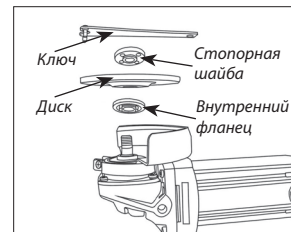

Рис. 3
**1)** Установите внутренний фланец на шпindel. Наденьте круг на внутренний фланец и накрутите стопорную гайку на шпindel. (Рис. 3).